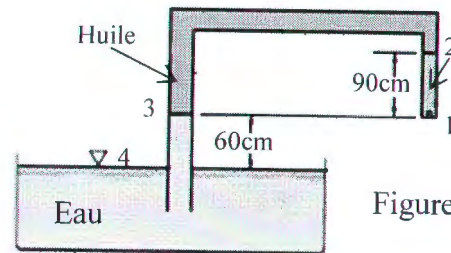

Figure 1 0.25
**Exercice 1:** L'eau, l'huile de densité  $d_H=0.9$  et l'eau de mer de densité  $d_M=1.02$ , remplissent un tube comme montré sur la figure 1. Déterminer la pression effective au point 1 en bar (à l'intérieur du tube fermé.) (Recopier la figure)